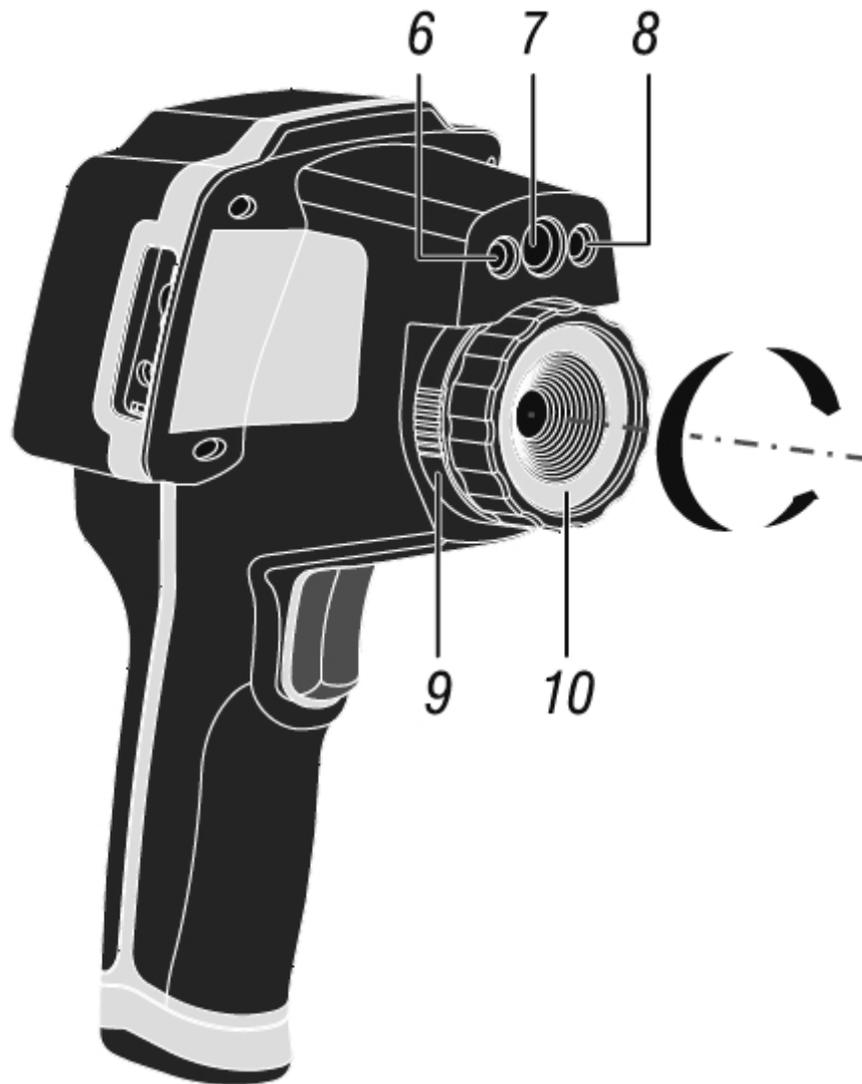

Fig. 2: Descrizione anteriore dello strumento
1. Ruotare la ghiera (vedere Fig. 2 – parte 9) in senso antiorario dalla posizione “” alla posizione “”
4. Ruotare la ghiera (vedere Fig. 2 – parte 9) in senso orario dalla posizione “” alla posizione “”